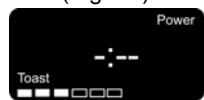

Fig. 12
5. Presione el botón de arranque (Start). No aparecerá la cuenta regresiva en la pantalla durante los primeros minutos. (Fig. 12)